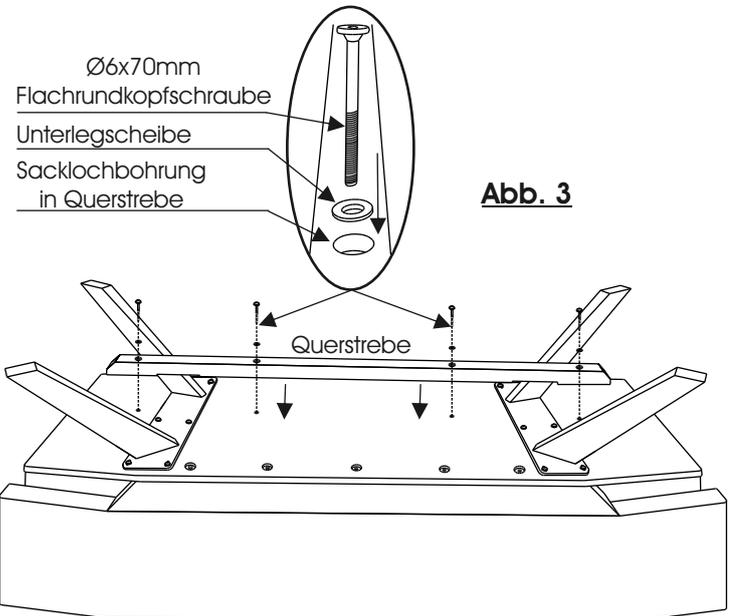

Abb. 3
5. Zur Verstärkung der Bank wird nun eine Querstrebe verschraubt. Positionieren Sie die Strebe entsprechend Abbildung 3 und verschrauben Sie diese mit vier Ø6x70mm Flachrundkopfschraube sowie je einer Unterlegscheibe. (Abb. 3)